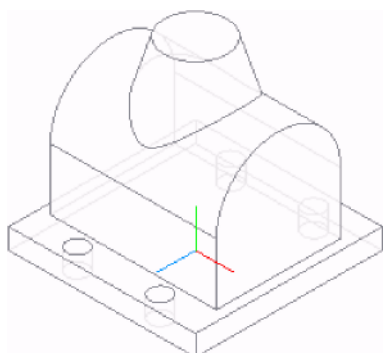

Рис. 7.28
6. Застосовуємо до ескізу команду  Приклеїти обертанням. Способом побудови повинен бути Сфероїд, а на вкладці Тонка стінка встановлений варіант Немає. Результат показаний на рис. 7.28.